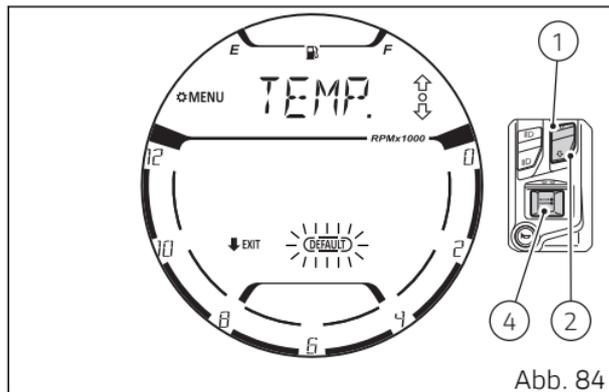

Abb. 84
Auf jedes Drücken der Taste (1) oder (2) werden am Cockpit die Angabe „TEMP.“ (Abb. 82) und die Umrandung der Angabe „DEFAULT“ (Abb. 84) blinkend und aufeinanderfolgend anzeigt, um dann die Angabe „SPEED“ (Abb. 79) erneut blinkend anzuzeigen.
Über die Tasten (1) und (2) die Angabe „DEFAULT“ mit blinkender Umrandung (Abb. 84) wählen und die Taste (4) drücken.